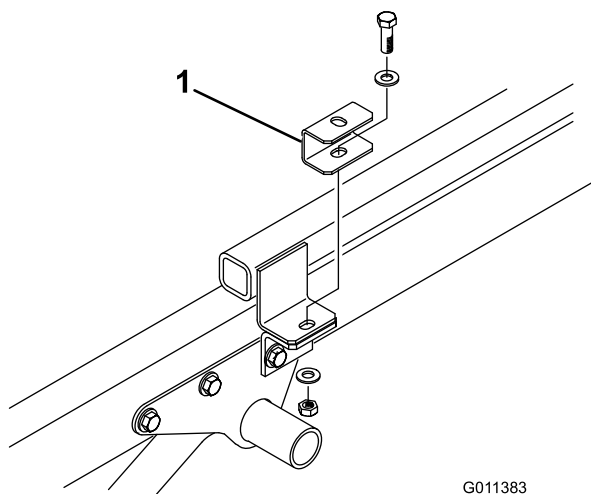

Рисунок 7
- Закрепите монтажную проставку сверху на каждом выступе сцепной рамы снятыми ранее болтом, 2 плоскими шайбами и контргайкой (Рисунок 7).
- Расположите машину на раме автомобиля Workman, совместив отверстия в задних монтажных кронштейнах с отверстиями на каждой стороне рамы (Рисунок 7).